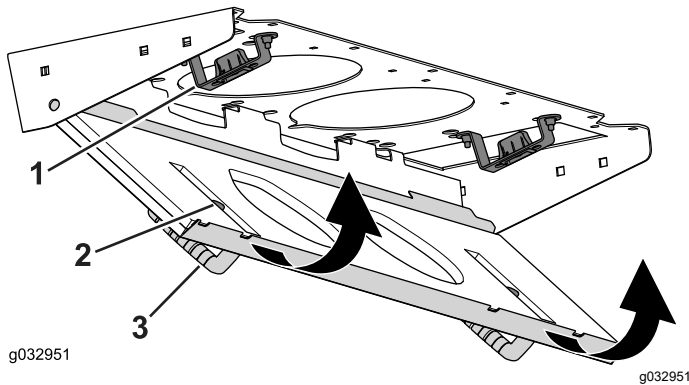

Figura 136
4. Gire la rejilla del filtro sobre las pestañas hasta que el resbalón se bloquee en el cerradero (Figura 136).